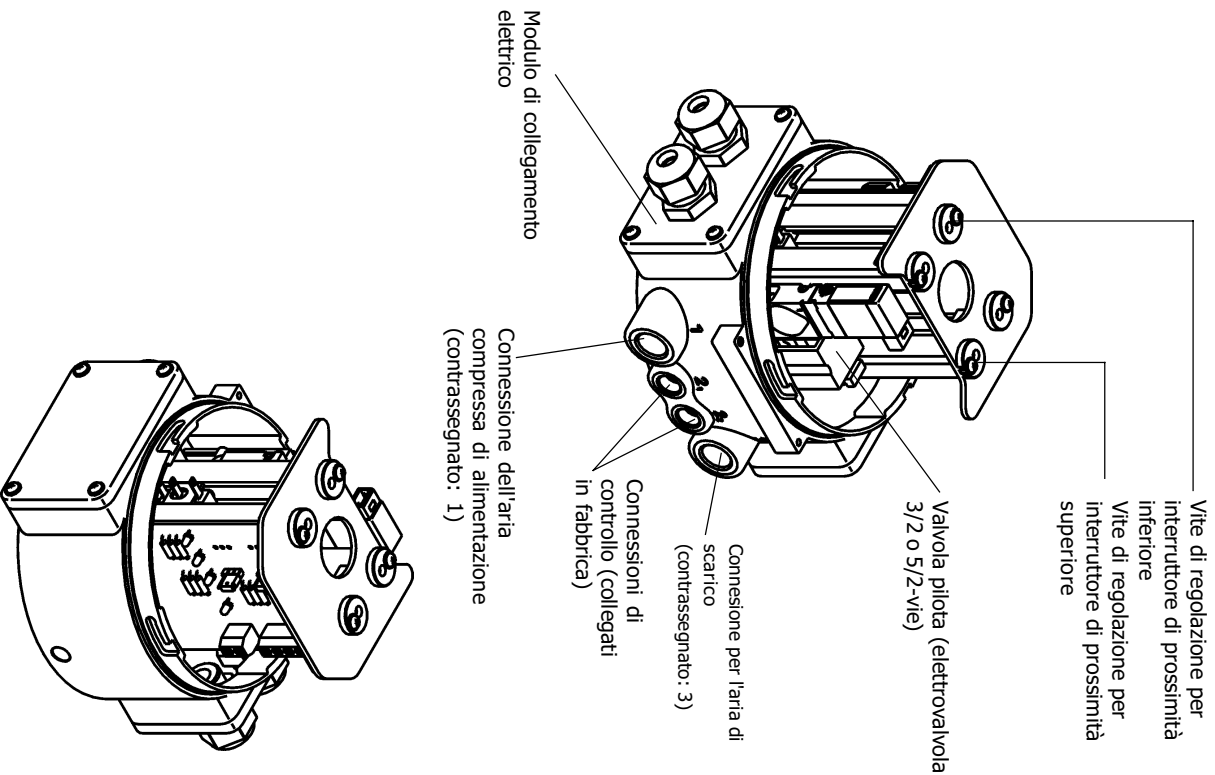

Fig. 1: Raffigurazione del Top Control ON/OFF senza coperchio
Il Top Control ON/OFF (fig. 1) ha una concezione modulare, pertanto è possibile scegliere tra diverse combinazioni e altrettanti collegamenti elettrici.
- Gli avviatori o le posizioni limite possono essere modificati dall'utente con viti di fermo (fig. 1).
- Applicare la pressione di alimentazione alla connessione 1 (vedere fig. 1) (3.7 bar, aria per strumenti priva di olio, acqua e polvere).
- Alloggiare il tubo di convogliamento dell'aria di scarico o il silenziatore nella connessione 3 (vedere fig. 1).
→ Impostare gli avviatori con le viti di regolazione (fig. 1).